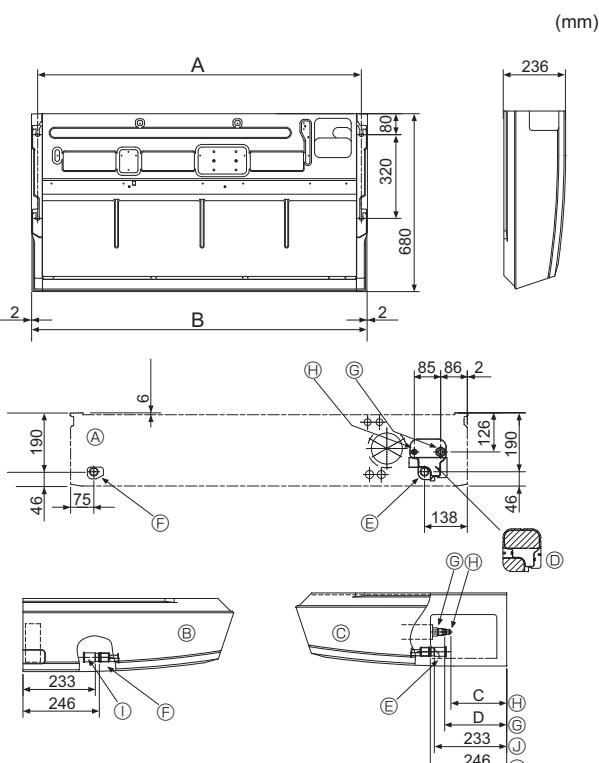

Fig. 3-2
①	Anilhas	4 peças
②	Revestimento do tubo	1 peça grande (tubagem de gás)
③	Revestimento do tubo	1 peça pequena (tubagem para líquidos)
④	Bandas	4 peças
⑤	Tomada da junta	1 peça com marca 'UNIT'
⑥	Revestimento da tomada	1 peças
⑦	Revestimento do tubo de drenagem	1 peças
⑧	Porca afunilada	1 peças ø6,35 (RP60 apenas)
3.2. Preparação para instalação (Fig. 3-2)